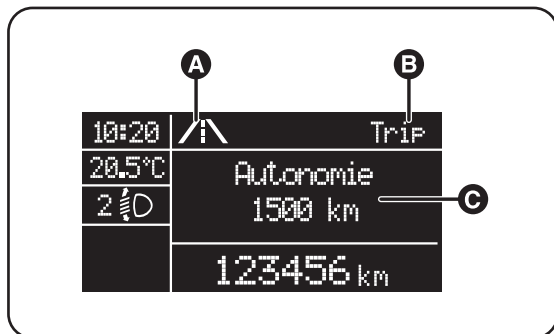

fig. 11
- icône animée dans la partie supérieure (A-fig. 11) ;
- inscription « Trip » (ou « Trip A » ou bien « Trip B ») (B) ;
- nom, valeur et unité de mesure relatifs au paramètre sélectionné (par ex. « Autonomie 1500 km ») (C).